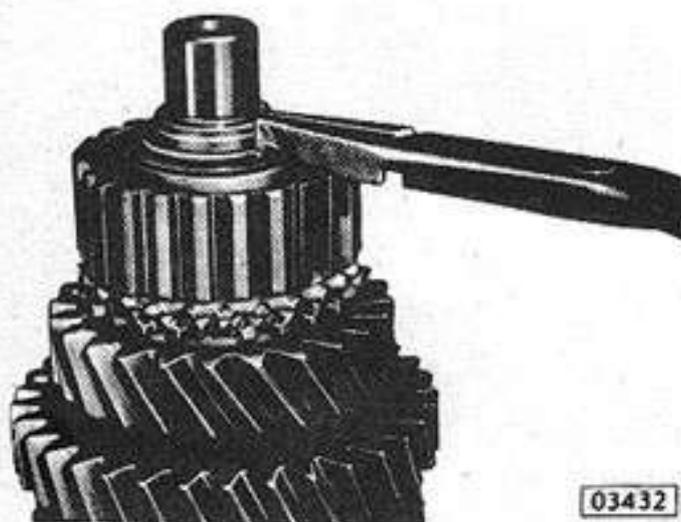

Fig. 15 - Extracción del aro a resorte
3. Sacar el aro elástico al frente del cubo del sincronizador de 3° y 4°, así como también el aro elástico del cojinete posterior (Fig. 15).